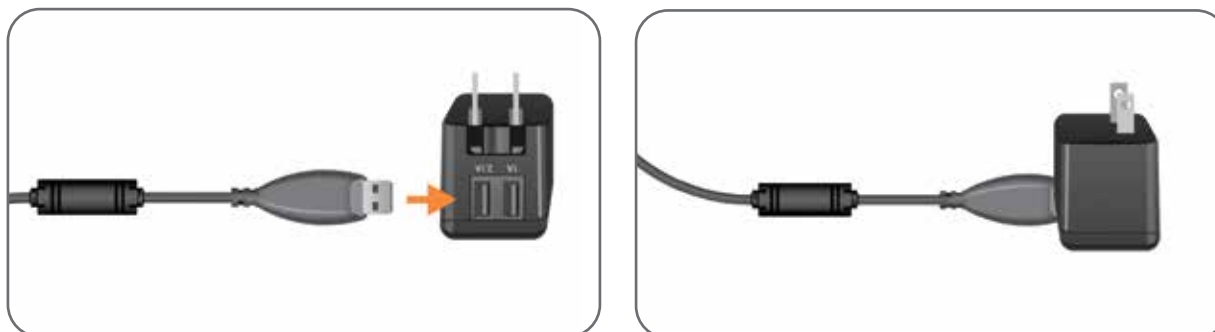

Figura 4-6: Introducerea cablului de alimentare USB în adaptorul de alimentare de la c.a.
2. Introduceți capătul USB al cablului de încărcare magnetic în oricare dintre cele două porturi USB disponibile ale adaptorului de alimentare de la c.a. Consultați Figura 4-6.